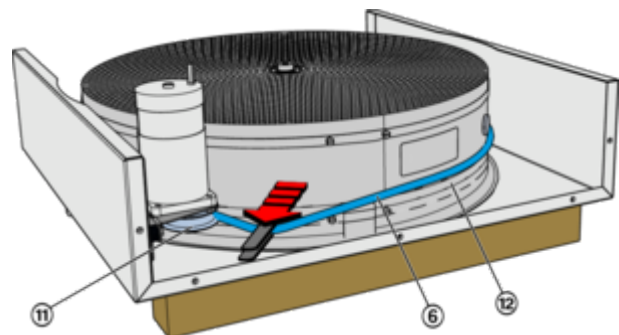

Abb. 50: Rundriemen auflegen
11. ▶ Neuen Riemen (Abb. 50 /6) um die Speichermasse (Abb. 50 /12) legen und über den gesamten Umfang bis auf die Höhe der Riemenscheibe (Abb. 50 /11) fluchtend ausrichten.